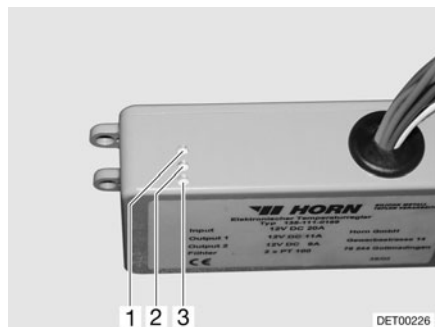

Fig. 141 Aparato regulador
El aparato regulador (Fig. 141) está montado en el armario ropero. Las luces de control del aparato regulador tienen el siguiente significado:
- La luz de control (Fig. 141,2) se enciende de color verde: Regulación en funcionamiento.
- La luz de control (Fig. 141,1) se enciende roja: Se está calentando el depósito de aguas residuales.
- La luz de control (Fig. 141,3) se enciende roja: Las tuberías de aguas residuales se calientan.